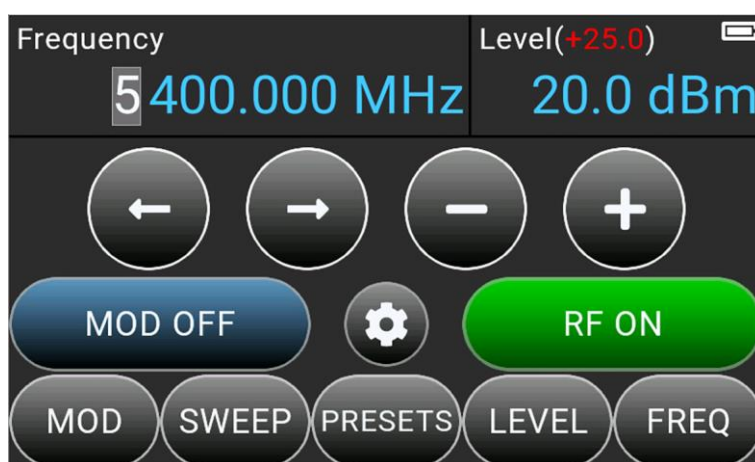

Рисунок 10.10 – Включено смещение уровня мощности сигнала
10.11.2. Значение смещение уровня мощности отображается в скобках в поле мощности прибора (Рис. 10.10).